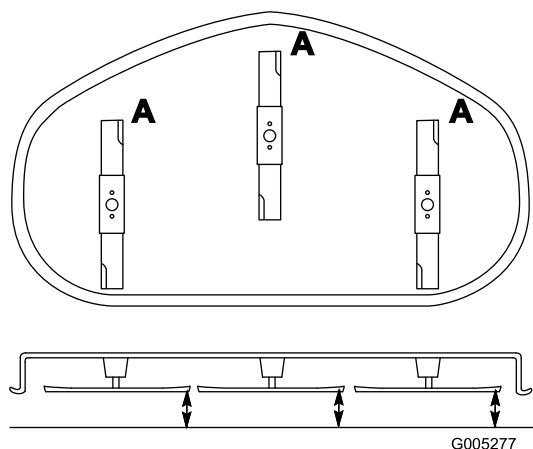

Figure 39
2. Tournez les lames dans le sens longitudinal (Figure 39). Mesurez la distance entre la surface plane et le tranchant (position **A**) des lames (Figure 39) et notez cette valeur.